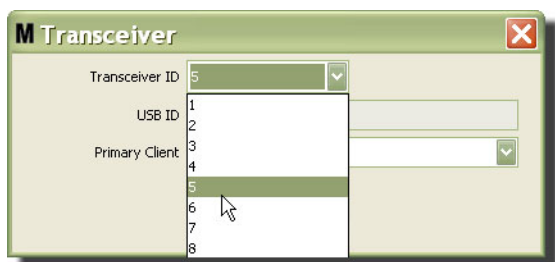

Рис. 89
4. Чтобы изменить идентификатор приемопередатчика, нажмите стрелку поля «Transceiver ID» [ИД приемопередатчика]. Отобразится выпадающий список. Из выпадающего списка выберите значение идентификатора приемопередатчика (Рис. 89). Нажмите кнопку «ОК» [ОК], чтобы закрыть окно и сохранить изменения.